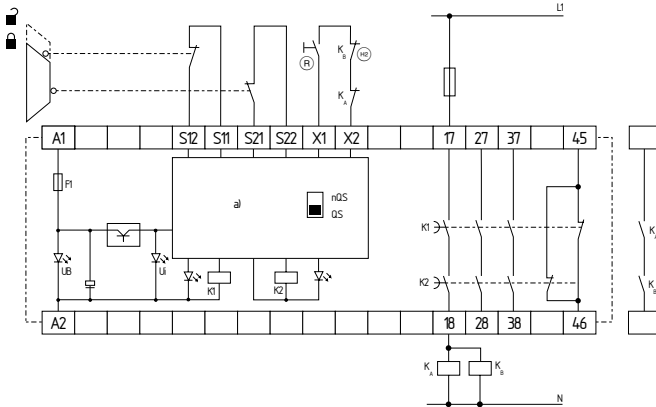

Fig. 4
**Exemple: Connexion à deux canaux de la surveillance d'un protecteur par deux interrupteurs de position, dont un contact à manœuvre d'ouverture positive ; avec bouton de réarmement externe (R) (voir Fig. 4)**